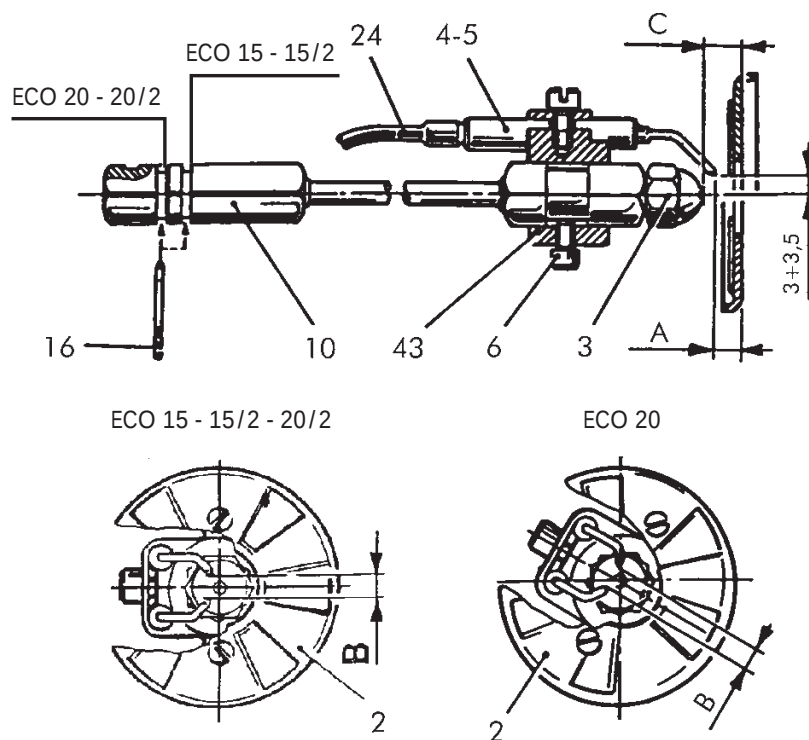

Fig. 14
- Duza (3) defecta sau murdara;
- Electrozii de aprindere (4-5) cu crusta sau deteriorati (vezi pozitionarea in fig. 14);
- Fotorezistenta (19) innegrita;
- Etansare defectuoasa a electrovalvei (29);
Efectuati curatarea electrozilor pe cat posibil fara a le modifica pozitia fata de discul deflector; oricum, in faza de montaj, respectati dimensiunile indicate in fig. 14.